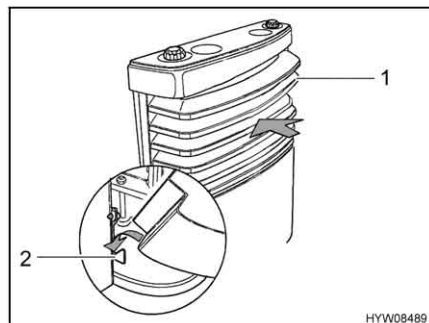

Fig. 148 Revestimiento de la calefacción, apoyos inferiores
- Montar el revestimiento de la calefacción. Para ello, colocar el revestimiento de la calefacción (Fig. 148,1) en los apoyos inferiores (Fig. 148,2).